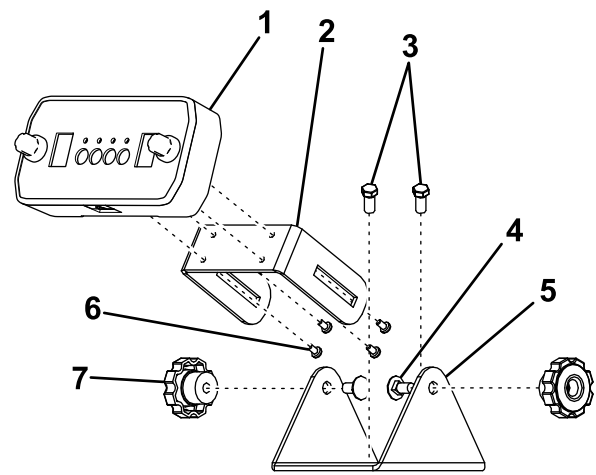

Bild 17
1. Befestigen Sie die Befestigungshalterung mit Klettverschlüssen oder zwei Blechschrauben am Fahrzeug (Bild 17).
2. Befestigen Sie das Steuergerätdisplay mit vier Flachkopfschrauben an der Gleithalterung (Bild 17).
3. Befestigen Sie die Gleithalterung mit zwei Schlossschrauben und Daumenmutter an der Befestigungshalterung (Bild 17).